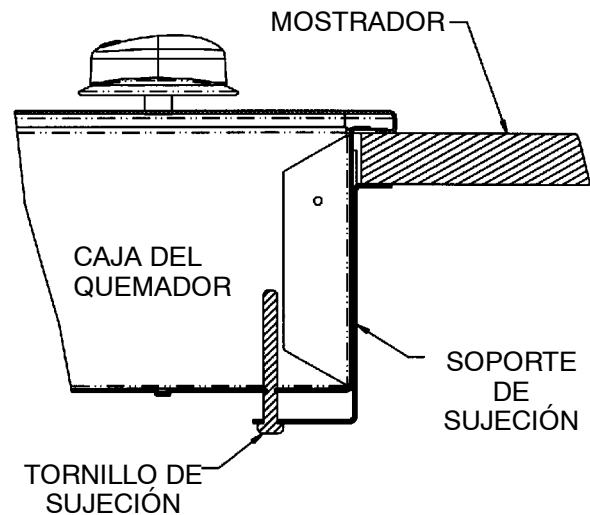

FIGURA 18
4. Quite los soportes de sujeción. (Vea la figura 18.)